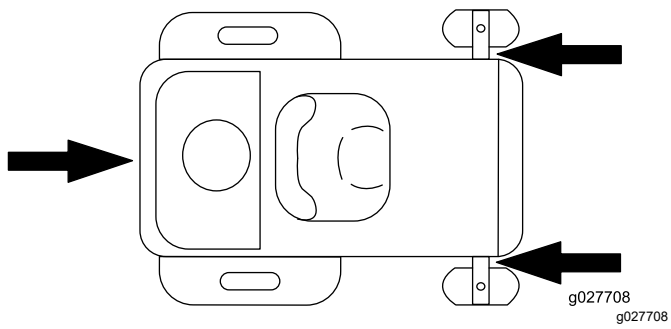

Figure 30
6. Arrimez la machine près des roues pivotantes avant et du cadre arrière à l'aide de sangles, chaînes, câbles ou cordes (Figure 30). Reportez-vous à la réglementation locale concernant les exigences en matière d'arrimage.